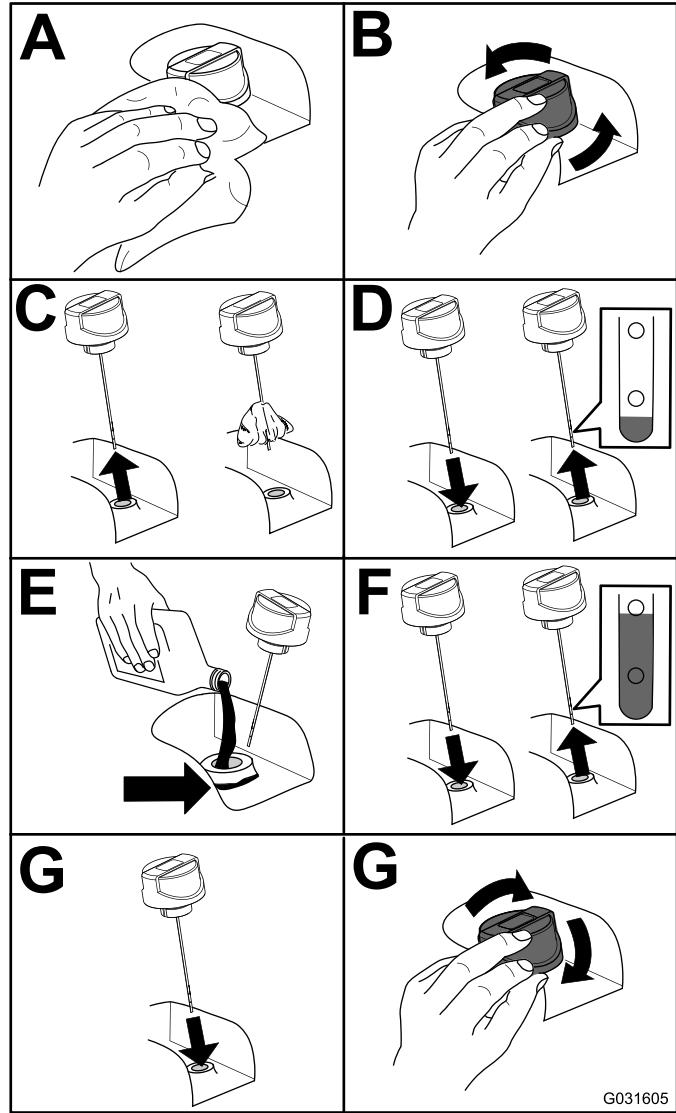

Figure 92
2. Contrôlez le niveau du liquide hydraulique (Figure 92).
5. Remplissez le réservoir de liquide hydraulique (Figure 92).